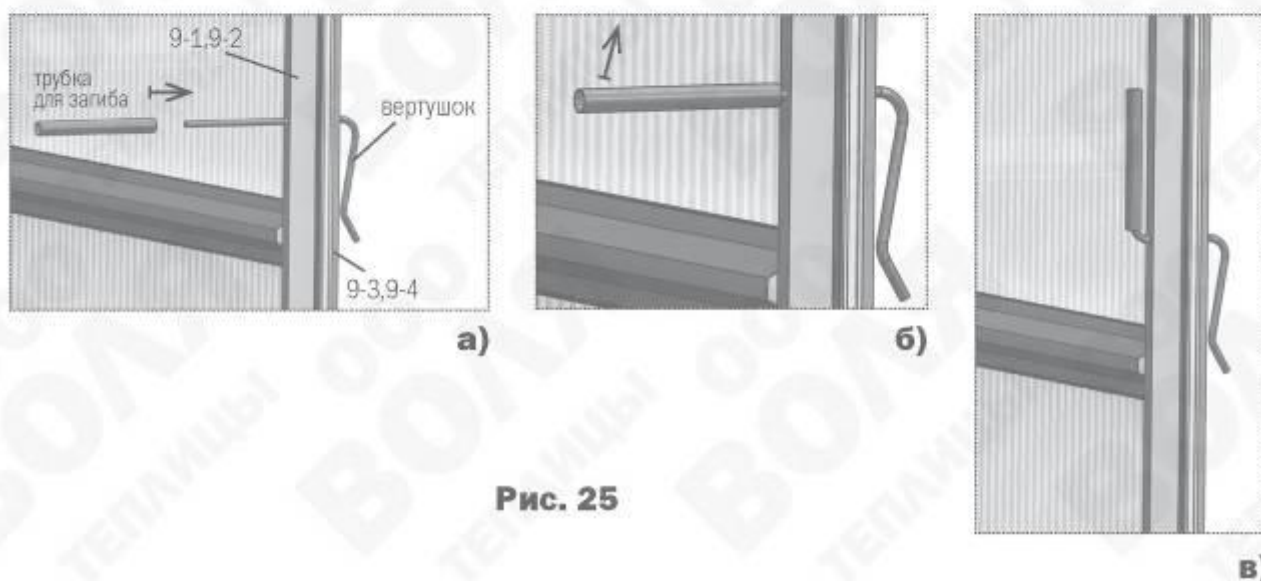

Рис. 25
- 11.** Проволочный вертушок для запирания дверей и форточек вставляется в отверстия стоек дверного проема прямым концом с наружной стороны до упора. С помощью трубки выполняется загиб внутреннего прямолинейного конца рукой вверх (**рис. 25**). Такая конструкция вертушка позволяет упруго прижимать двери и форточки торцов в закрытом состоянии, находясь как снаружи так и внутри теплицы.